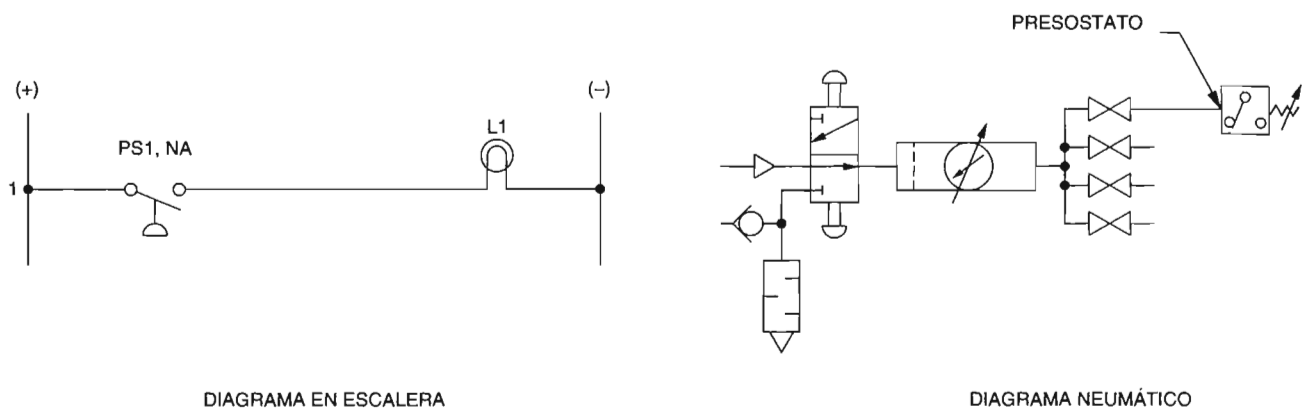

Figura 3-10. Evaluación de la operación de un presostato.
- ☐ 1. Conecte el circuito mostrado en la figura 3-10.